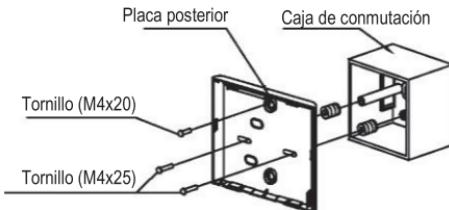

Fig 3-6
- Para el montaje empotrado, fije la placa posterior de la caja de conmutación con 2 tornillos (M4x25) y fíjela en la pared con 1 tornillo (M4x20). (Fig.3-6)